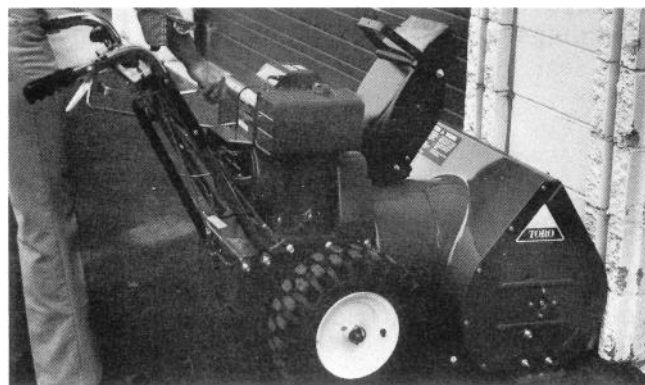

Fig. 16
2. Start motoren, tilslut hjulkoblingerne og skift til et hvilket som helst fremadgående gear. Kør langsomt sneslyngen mod noget solidt, som for eksempel en mur eller pæl (Fig. 16). Skift til frigear og hjulene skulle nu standse. Gør de ikke det, drej nøglen til OFF. Drej det U-formede beslag en halv omdrejning opad. Gentag hvis nødvendigt.